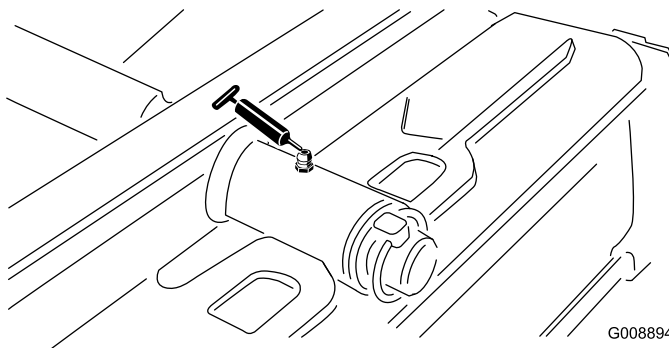

Figura 60
- Pivote de la unidad de corte trasera (Figura 60)